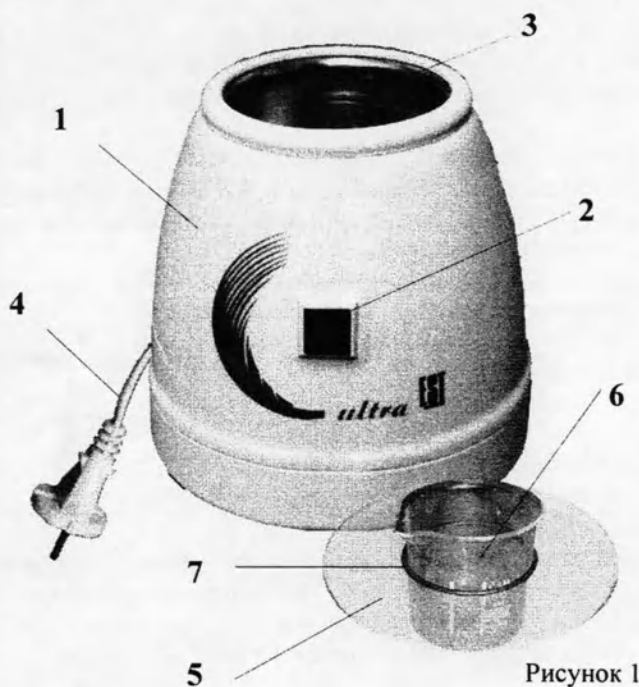

Рисунок 1
6.2. Заполните рабочий объем ультразвуковой ванны (поз. 3 рис.1) проточной водой приблизительно на 2/3 ее объема (около 100 мл).
6.3. Установите на ванну стаканодержатель (поз.5 рис.1).
6.4. Разместите ограничительное кольцо (поз.7 рис.1) на мерном стаканчике (поз.6 рис.1) на отметке 50-60 мл.